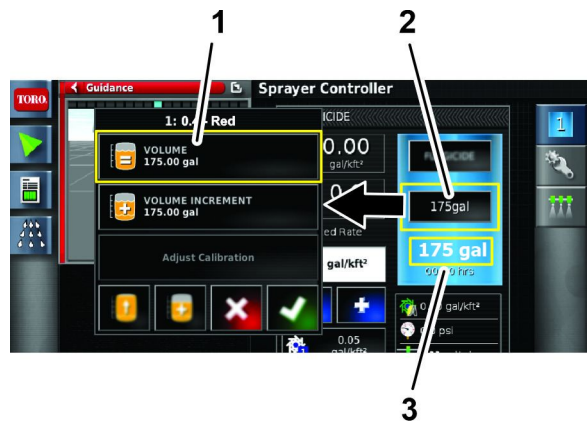

Figura 123
- 2. Pulse el icono VOLUMEN (Figura 123).